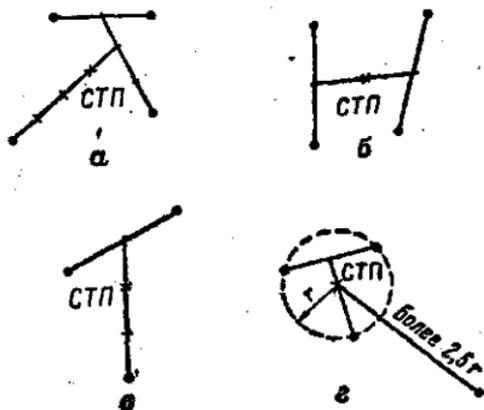

Рис. 47. Определение средней точки попадания:
Точка деления, ближайшая к первым трем пробоинам, и будет средней точкой попадания четырех пробоин (рис. 47, а).
Среднюю точку попадания можно определить также следующим способом: соединить пробоины попарно, затем соединить середины обеих прямых и полученную линию разделить пополам; точка деления и будет средней точкой попадания (рис. 47, б).
85. Если все четыре пробоины не вмещаются в круг диаметром 15 см, то среднюю точку попадания разрешается определять по трем более кучно расположенным пробоинам при условии, что четвертая пробоина удалена от средней точки попадания трех пробоин более чем на 2,5 радиуса круга, вмещающего эти три пробоины (рис. 47, г).
Точка деления, ближайшая к первым двум пробоинам, и будет средней точкой попадания (рис. 47, в).